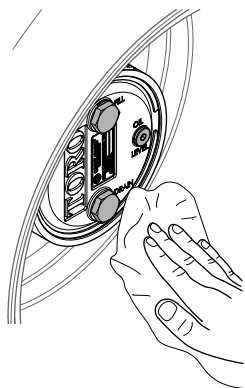

Рисунок 64
- Начисто протрите корпуса планетарного редуктора и тормоза (Рисунок 64).